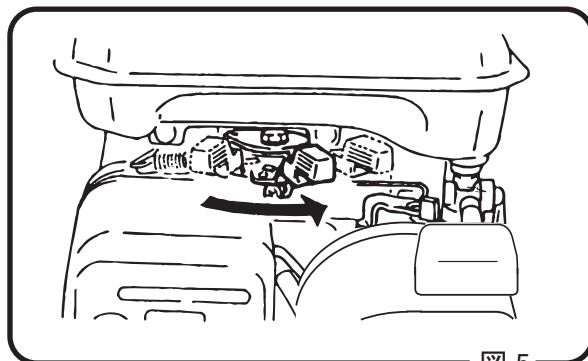

図 5
8.1.4 调速レバーを低速 (L) から高速 (H) の方向へ約 1/3 開いた位置にします。(図 5)